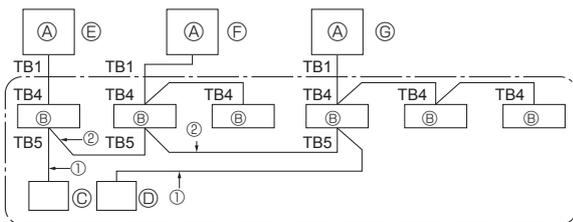

Fig. 9-1
9. Sterowanie systemem (Fig. 9-1)